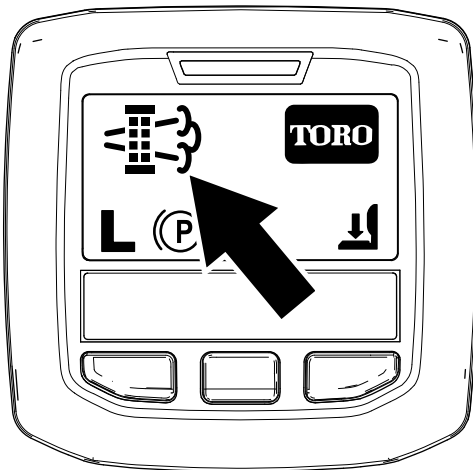

Figure 39
- Quand le calculateur moteur demande une régénération en stationnement ou une régénération d'urgence, l'icône de demande de régénération (Figure 39) s'affiche sur l'InfoCenter.